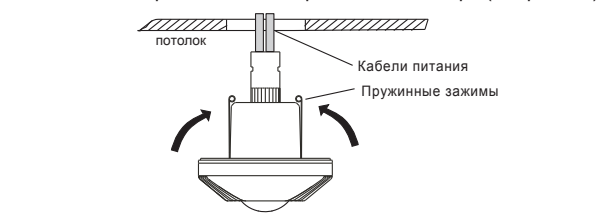

Рис. 12
3.3.2.4 Вставьте два пружинных зажима датчика в просверленное отверстие, а затем прижмите его вверх (см. рис. 12).
3.3.3.4 Соберите датчик с силовой коробкой, а затем скрепите их двумя винтами (см. рис. 12).